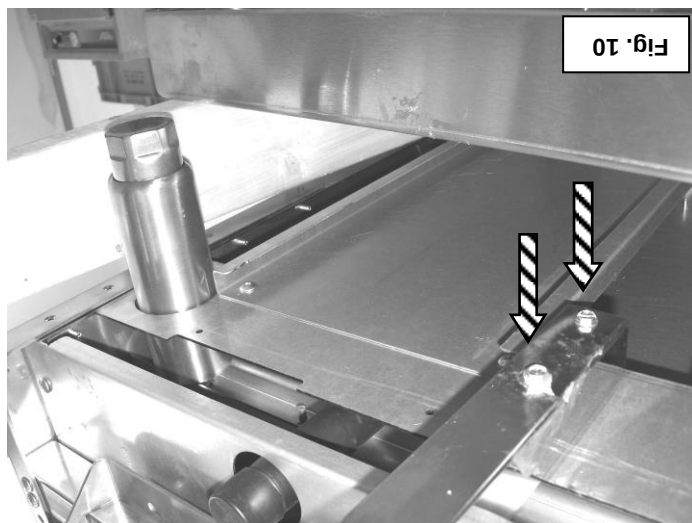

Fig. 10
11. Percez deux trous avec une mèche de 5/32 po à travers les supports de fixation inférieurs et dans le dessous du châssis du gril. Insérez et serrez des vis 10-24 x 2 po tel qu'illustré à la fig. 10. Répétez l'opération au besoin pour chacun des supports inférieurs requis.